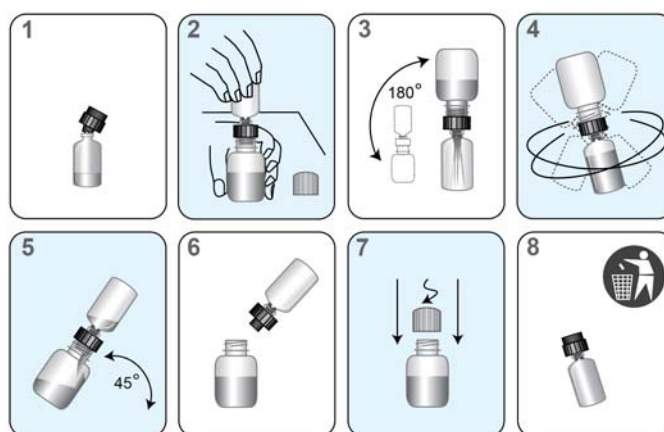

Figura 2. Processo de reconstituição
- b. Abra o frasco do reagente liofilizado e insira bem a extremidade com entalhe do colarinho de reconstituição na abertura do frasco (Figura 2, Passo 1).
- c. Abra a solução de reconstituição correspondente e coloque a tampa sobre uma superfície de trabalho limpa e coberta. Segurando o frasco de solução na bancada, insira firmemente a outra extremidade do colarinho de reconstituição na abertura do frasco (Figura 2, Passo 2).
- d. Inverta suavemente os frascos montados. Deixe a solução vaziar do frasco para o frasco de vidro (Figura 2, Passo 3). Aguarde que o reagente liofilizado passe para dentro da solução e, em seguida, agite suavemente a solução dentro do frasco de vidro para misturar. Evite criar espuma quando rodar o frasco (Figura 2, Passo 4).
- e. Inverta o conjunto e incline-o num ângulo de 45° para minimizar a espuma (Figura 2, Passo 5). Deixe o líquido vaziar todo de novo para o frasco de plástico.
- f. Retire o colarinho de reconstituição e o frasco de vidro (Figura 2, Passo 6).
- g. Volte a tapar o frasco de plástico (Figura 2, Passo 7). Anote as iniciais do operador e a data de reconstituição em todos os frascos de reagente reconstituídos. Certifique-se de que regista o analito (PCA3 ou PSA) nos frascos de reagente de sonda.
- h. Deite fora o colarinho de reconstituição e o frasco de vidro (Figura 2, Passo 8).